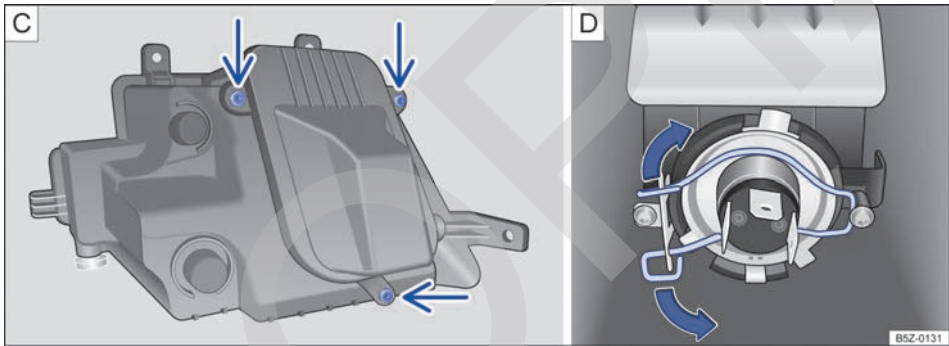

Fig. 143 En el parachoques delantero: **C** retirar los tornillos de la cubierta de la bombilla y **D** bombilla del faro de neblina.
5. Retirar los tornillos indicados por las flechas → fig. 143 C, para acceder a la bombilla del faro de neblina.
Comprimir el muelle de bloqueo en el sentido de la flecha y desplazarlo, para desbloquear la bombilla → fig. 143 D.